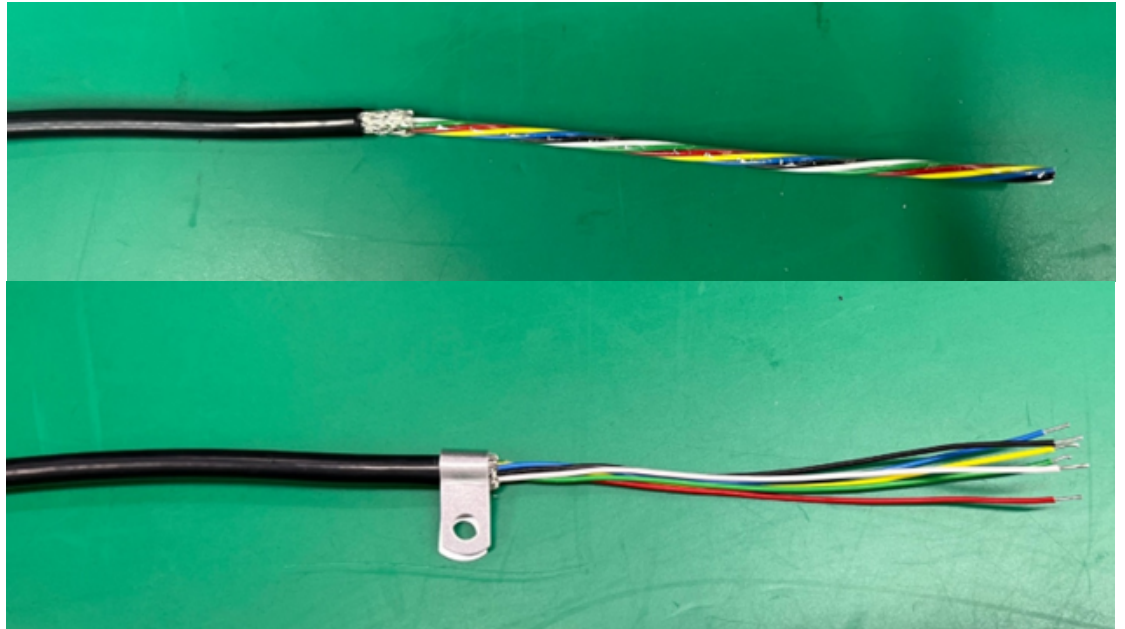
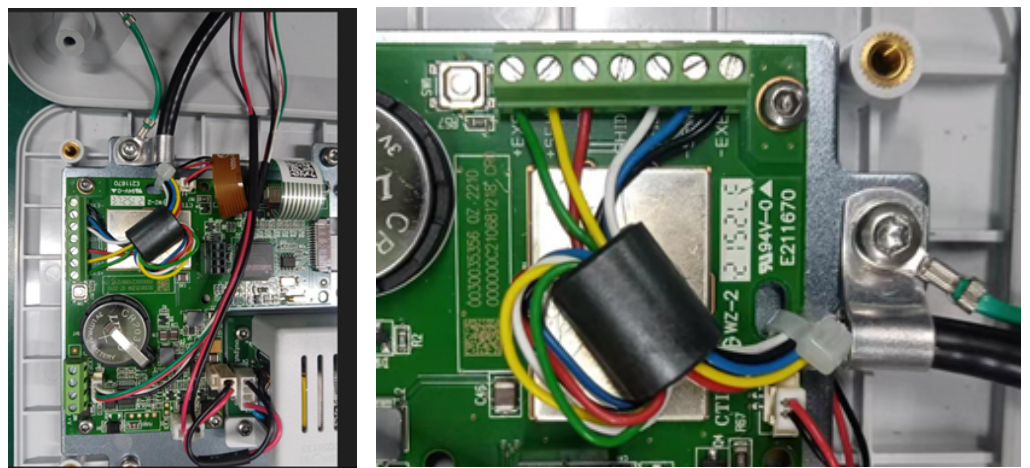

Figura 2-25: Cable de celda de carga con cierre de bayoneta
Figura 2-26: Instalación de la ferrita del cable de la celda de carga analógica y conexión a tierra del chasis, IND231
4. La pinza de conexión a tierra incluida con el terminal se usa para conectar el blindaje expuesto (Figura 2-25) con la placa de montaje metálica usando el tornillo de fijación del alambre de bisagra de la caja, como se muestra en la Figura 2-26.